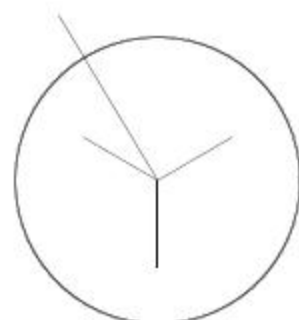

图9-5 绘制线段
**06** 选择菜单【绘图】|【直线】命令,捕捉圆心为起点,绘制长度为4,且与水平增量角为 $120^\circ$ 的斜线段,如图9-5所示。